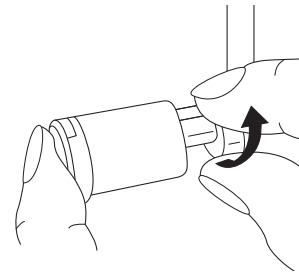

Abb.100
2. Stellen Sie das Obermesser **18** in Ruhestellung (Abb. 100).